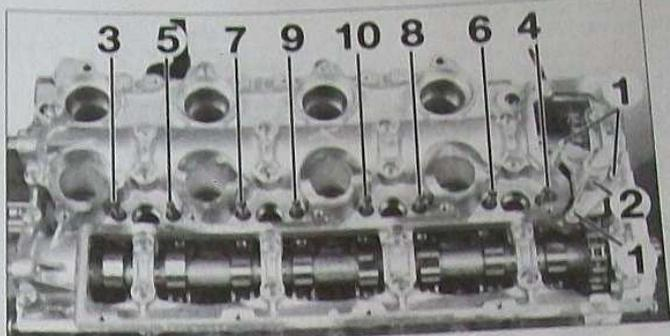
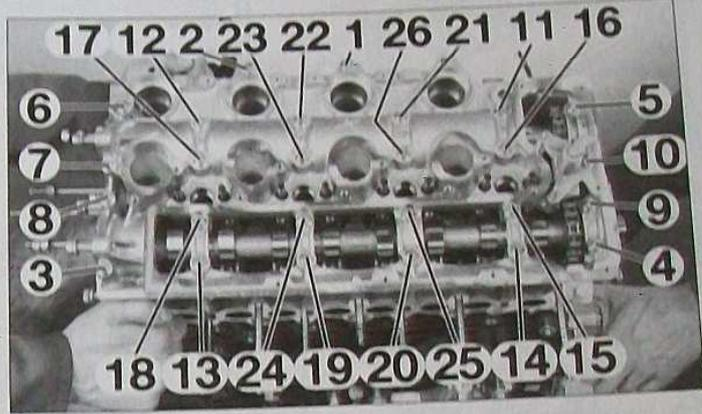

FIG. 39
FIG. 40
- les trois vis (1) du tendeur de chaîne (2) (Fig.39).
- le tendeur de chaîne de distribution (2).
- les colonnettes de fixation d'injecteur dans l'ordre indiqué de (3) à (10).
- les vis de fixation du carter d'arbres à cames de (1) à (26) dans l'ordre indiqué (Fig.40).